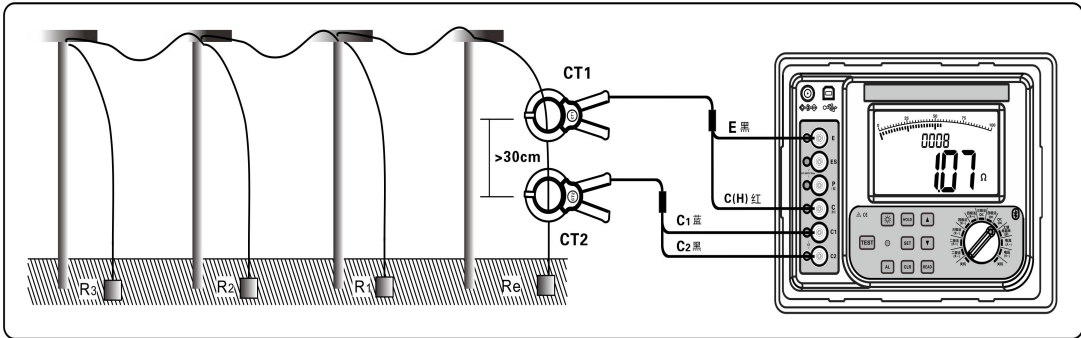

图 15（双钳法接地电阻测试示意图）
双钳法适合测量独立多点接地系统的情况，如图 15，在多点接地系统无需打地桩测量接地电阻值，将 CT1 电流钳的一端红色插头插入仪表 C(H) 接口，黑色插头插入仪表 E 接口，将 CT2 电流钳的一端蓝色插头插入仪表 C1 接口，黑色插头插入仪表 C2 接口，将两个电流钳钳入被测回路中，注意两个电流钳方向要一致并且保持间距大于 30cm，两个电流钳不得互换，否则会产生误差。